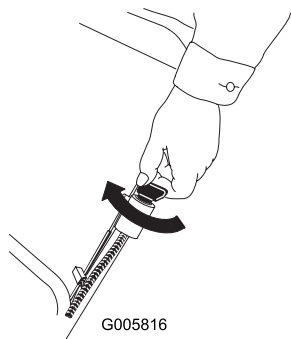
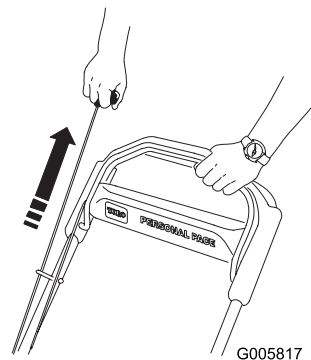

Bild 17
Bild 18
3. Starten Sie den Motor mit dem Zündschlüssel (nur Modell 20656) (Bild 17) oder dem Rücklaufstarter (Bild 18).